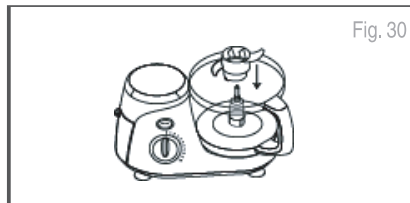

Fig. 30
2. Ubique el accesorio para amasar sobre el sujetador y presione firmemente para ajustarlo (Fig. 30).